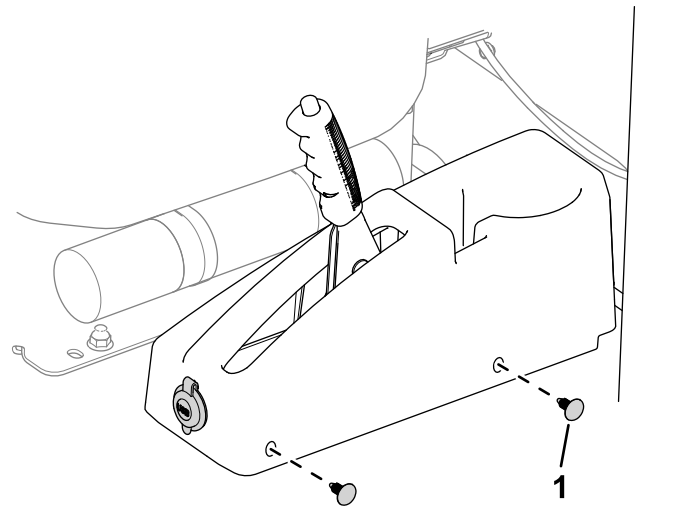

Figure 4
1. Obturateur (4)
7. À l'aide de 4 obturateurs, fixez le cache du frein de stationnement à la machine (Figure 4).